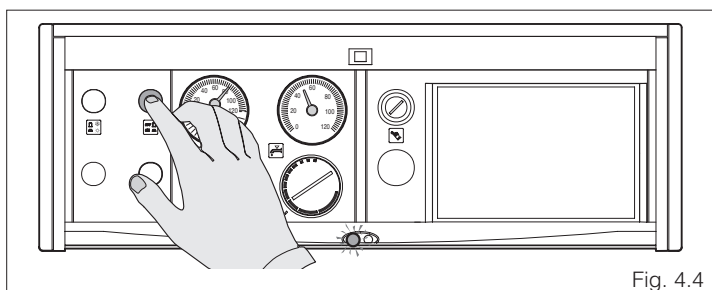

Fig. 4.4
- premere l'interruttore principale del quadro di comando e verificare l'accensione della lampada di segnalazione verde (fig. 4.4).